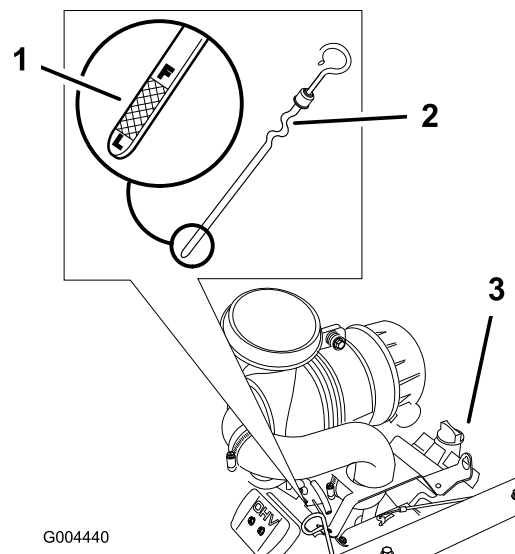

Figure 34
3. Nettoyez la surface autour de la jauge d'huile (Figure 34) pour éviter que des impuretés ne tombent dans le moteur.
4. Sortez la jauge d'huile et essuyez soigneusement l'extrémité métallique (Figure 34).
5. Enfoncez la jauge complètement dans le moteur. Ressortez la jauge et examinez l'extrémité métallique (Figure 34). Si le niveau est bas, versez lentement une quantité d'huile suffisante dans le goulot de remplissage pour amener le niveau au repère du plein.
9. Versez avec précaution environ 80% de la quantité d'huile spécifiée dans le goulot de remplissage (Figure 34)